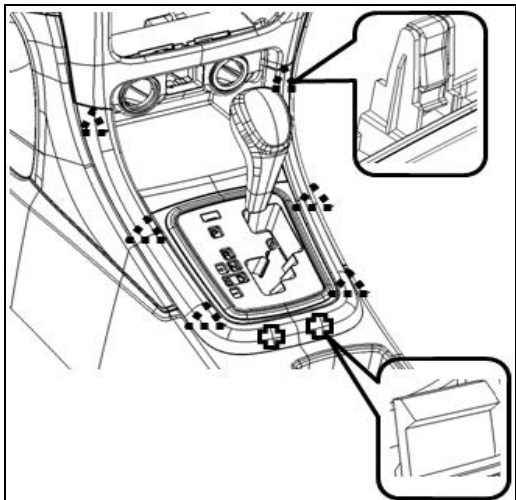

图 1.6.5 换挡操纵机构盖板组件的拆卸
- (1) 先用一字螺丝刀沿换挡操纵机构盖板后部中间边沿安装点附近分别撬启一条能放下手指的缝隙，然后双手伸入握着盖板沿换挡手柄方向拔出。如图 1.6.5 所示；（MT 和 AT 拆卸方式相同，MT 配置把换挡盖板总成拆卸后需将防尘罩从换挡盖板上拆掉才算完全拆下）
- (2) 换挡操纵机构盖板总成的安装：从上往下将换挡操纵机构盖板上的定位卡脚与副仪表板本体相应的卡扣一对上。然后用适当的力把各卡脚全部拍入，使之安装到位，同时确保外观要求。